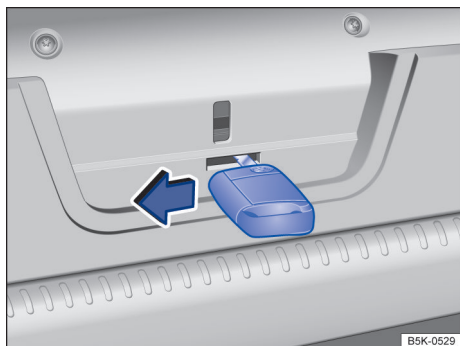

Fig. 83 Na tampa do compartimento de bagagem: destravamento de emergência da tampa do compartimento de bagagem (Passat Variant).
- Introduzir a haste da chave rebatida para fora na abertura na tampa do compartimento de bagagem → Fig. 83.
- Pressionar a alavanca de destravamento no sentido da seta → Fig. 83. A tampa do compartimento de bagagem é destravada.